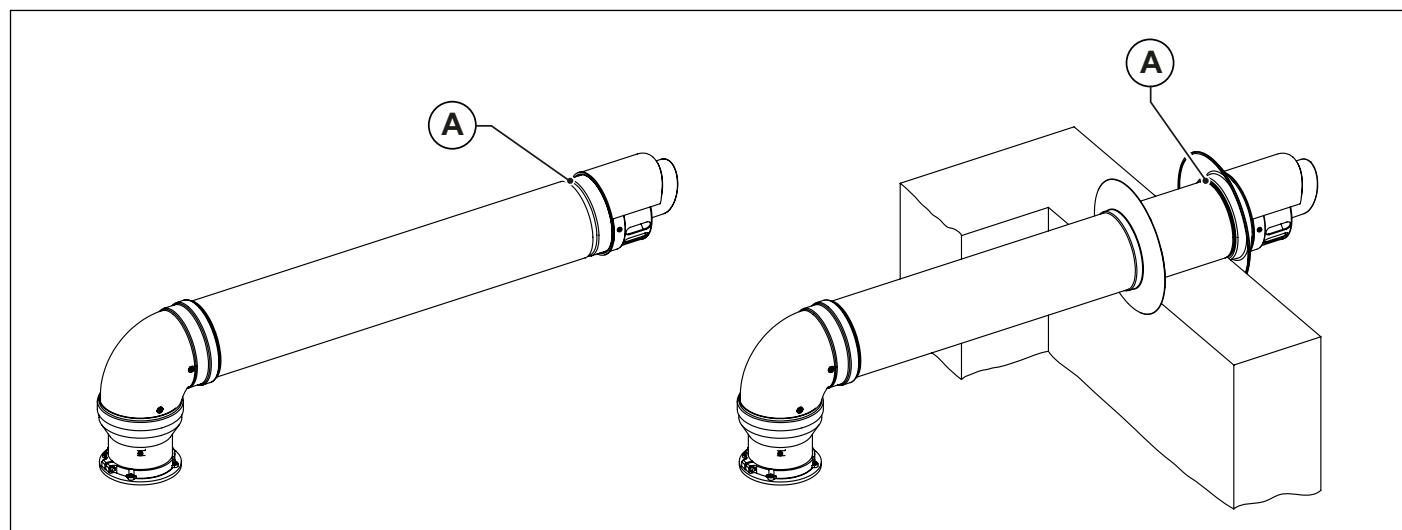

Рис. 11 Настінна установка терміналу
Кінцеві частини терміналів повітрозабірника й відводу димових газів, як розгалужені, так і коаксіальні, мають канавку (A) для закріплення зовнішнього комірця (дивись Рис. 11 Настінна установка терміналу).